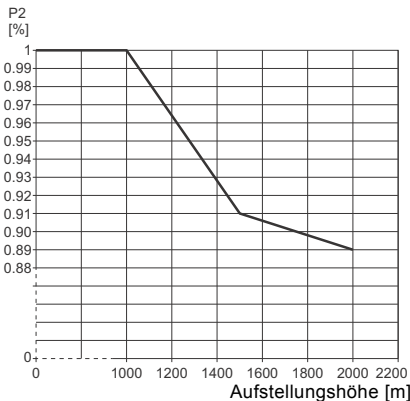

Abb. 3 Absinken der Motorausgangsleistung (P2) in Abhängigkeit der Umgebungstemperatur und Aufstellungshöhe über NN
- Wird die Pumpe oberhalb von 1000 m über NN installiert, darf der Motor wegen der geringeren Dichte der Luft und der damit verbundenen geringeren Kühlleistung nicht mit voller Leistung betrieben werden. Siehe Abb. 3.